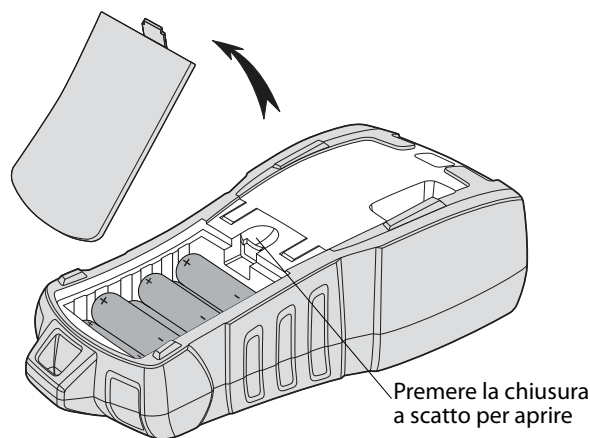

Figura 2
batterie. Vedere la Figura 2.
2. Inserire le pile nel vano. Vedere la Figura 2.